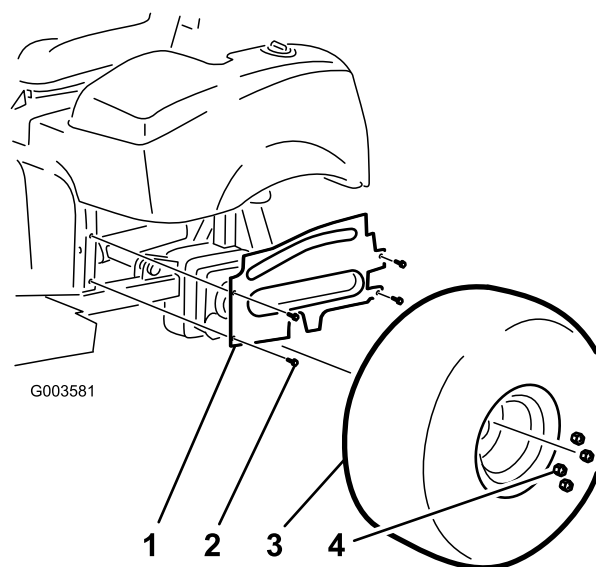

Figura 4
- Scoateți cele 4 uruburi cu guler care fixează mantaua roii din stânga pe cadru (Figura 4). Scoateți și păstrați mantaua.